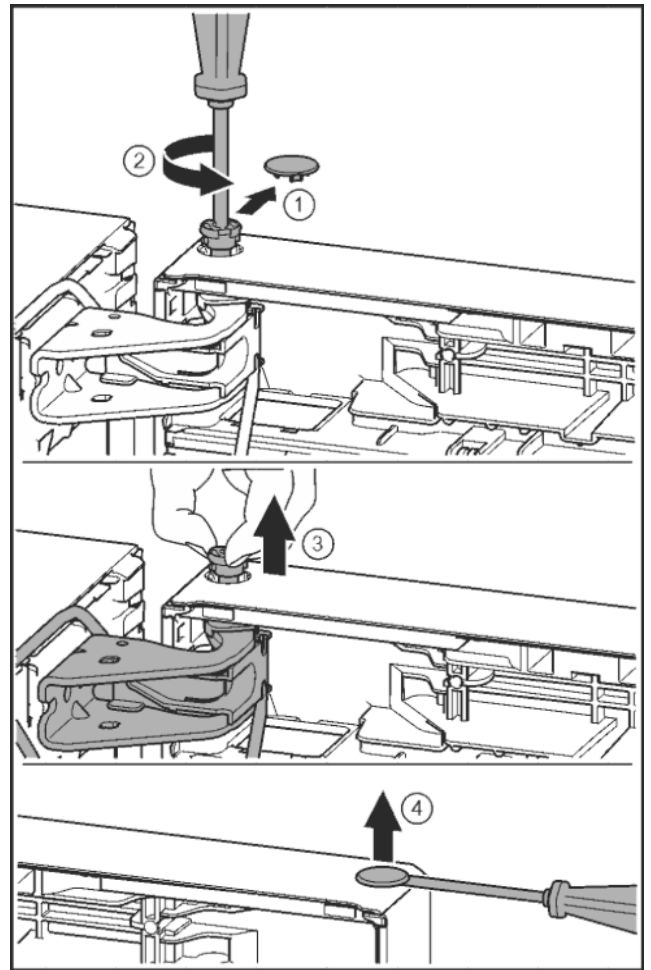

Fig. 21
- ▶ Sicherungsabdeckung vorsichtig abziehen. *Fig. 21 (1)*
- ▶ Bolzen mit Schraubendreher T15 ein Stück herausdrehen. *Fig. 21 (2)*
- ▶ Tür festhalten und Bolzen mit den Fingern herausziehen. *Fig. 21 (3)*
- ▶ Stopfen aus der Tür Lagerbuchse vorsichtig mit einem Schlitzschraubendreher anheben und herausziehen. *Fig. 21 (4)*